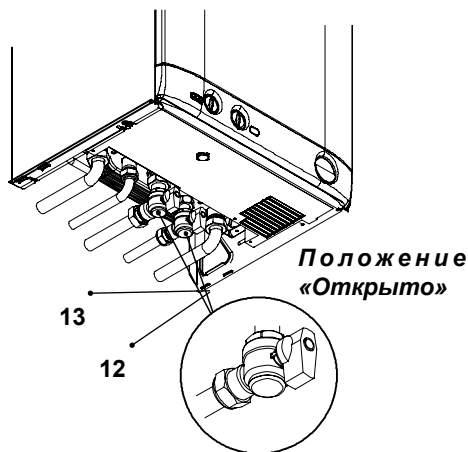

рис. 6.1
- Откройте кран счетчика газа и кран на котле 12 (рис. 6.1)
- Откройте кран 13 (рис. 6.1)